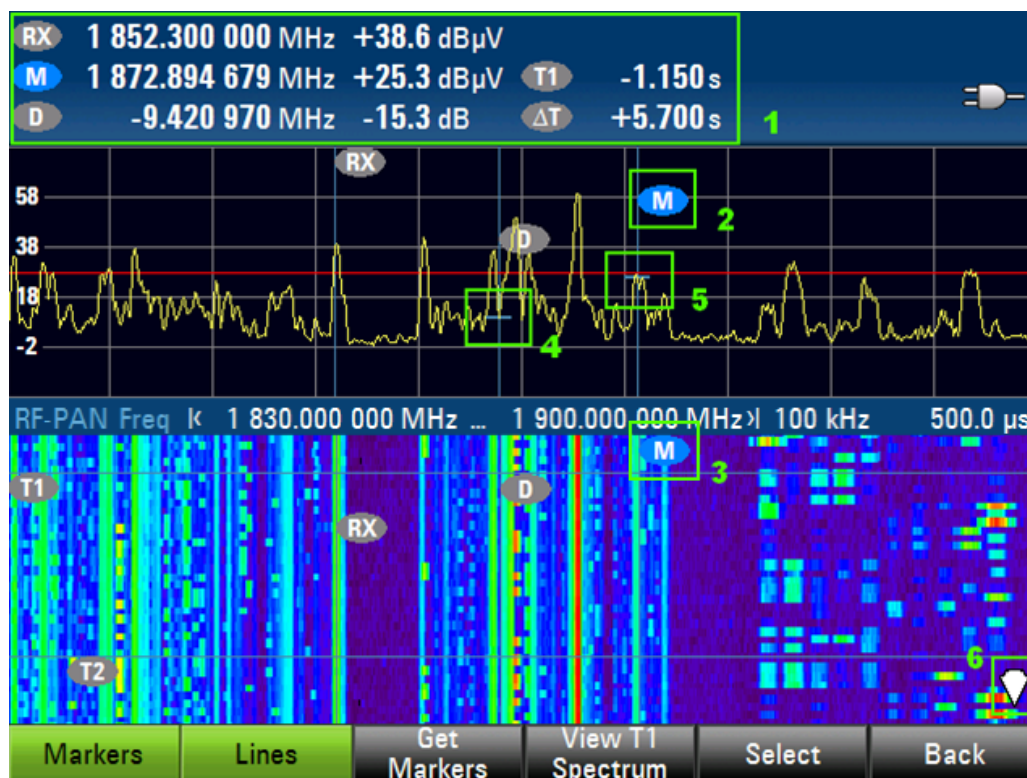

Bild 3-28: Markeransicht
- F5 (Select) durchläuft die Marker M, D, RX, T1/L1, T2/L2 und wählt einen dieser Marker oder die Scroll-Pfeile aus (Feld 6 in Bild 3-28). Der ausgewählte Marker/ Scroll-Pfeil wird blau hervorgehoben (Feld 2 und 3 in Bild 3-28).